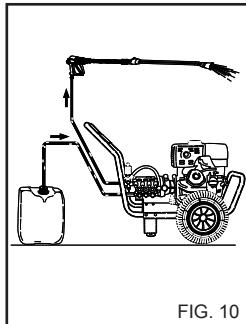

FIG. 10
1) Depois de usar o detergente, enxágue o circuito de sucção; enfeie o tubo de sucção (fig. 10) de detergente num tanque contendo água limpa e faça com que a bomba funcione por um minuto com a torneira de dosagem completamente aberta e com a lança em fase de saída de detergente.
- 4) Depois da utilização do detergente, enxágue o circuito de sucção; enfeie o tubo de sucção (fig. 10) de detergente num tanque contendo água limpa e faça com que a bomba funcione por 1 minuto com a lança em fase de saída de detergente.